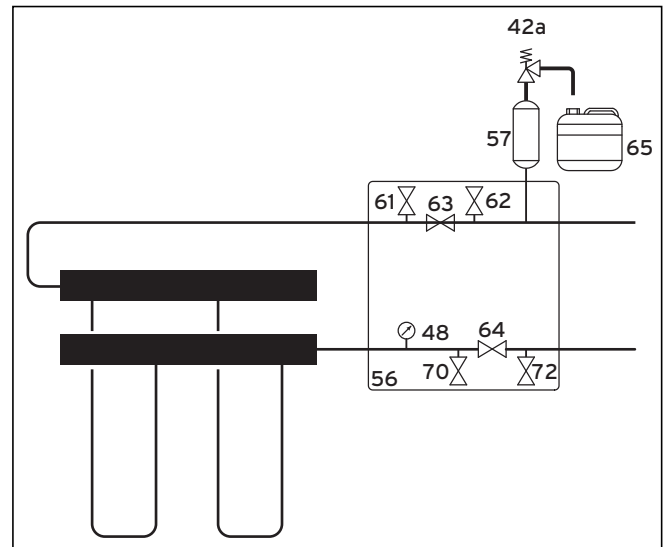

Abb. 5.6 Armaturen im Solekreis
Legende zu Abb. 5.6
- Installieren Sie den Sole-Auffangbehälter (→ **Abb. 5.6, Pos. 65**) drucklos am Sicherheitsventil (**42a**). Der Sole-Auffangbehälter darf nicht komplett geschlossen sein, da sonst die Funktion des Sicherheitsventils nicht gewährleistet ist.
- Schließen Sie die Brunnenwasserleitungen an die Wärmepumpe an (→ **Abb. 5.6, Pos. 3 und 4**).
- Montieren Sie die zur Wärmedämmung des Anschlussblechs vorgesehene Isoliermatte (→ **Abb. 5.6, Pos. 2**).